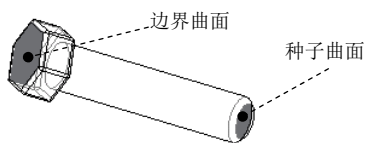

图 4.2.42 定义“种子”面
- **通过定义种子曲面和边界曲面来选择曲面**：此种方法将选取从种子曲面开始向四周延伸直到边界曲面的所有曲面（其中包括种子曲面，但不包括边界曲面）。如图 4.2.42 所示，选取螺钉的底部平面，使该曲面成为种子曲面，然后按住键盘上的 Shift 键，同时选取螺钉头的顶部平面，使该曲面成为边界曲面，完成这两个操作后，从螺钉的底部平面到顶部平面间的所有曲面都将被选取（不包括顶部平面），如图 4.2.43 所示。